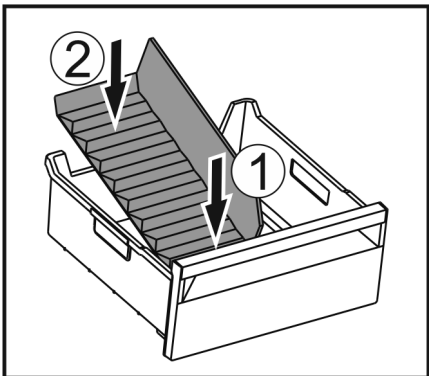

Fig. 141
- Inserire la parte anteriore del divisore dello scomparto del ghiaccio. Fig. 141 (1)
- Abbassare la parte posteriore del divisore dello scomparto del ghiaccio fino al fondo del cassetto. Fig. 141 (2)